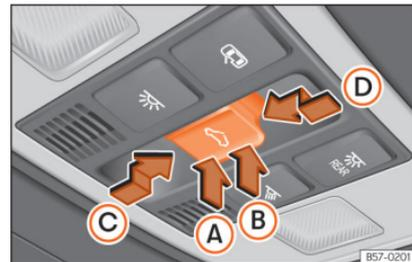

Abb. 104 Im Dachhimmel: Taste des Glasdachs.
Die Taste  Abb. 104 hat zwei Stufen. In der ersten Stufe kann das Glasdach ausgestellt sowie ganz oder teilweise geöffnet oder geschlossen werden.
• **Glasdach:** 5 Sekunden ab der Aktivierung des Einklemmschutzes verstreichen, drücken Sie die Taste ⇄ »» Abb. 104 bis zur zweiten Stufe in Pfeilrichtung »» Abb. 104 Ⓧ bis das Dach vollständig schließt.